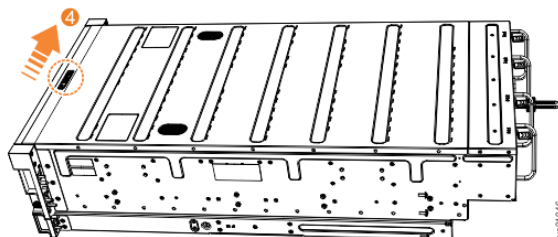

Abbildung 80. Obere Abdeckung verriegeln
5. Verriegeln Sie die Abdeckung, indem Sie den Lösehebel (4) wie in Abbildung 80 auf Seite 70 gezeigt schließen.